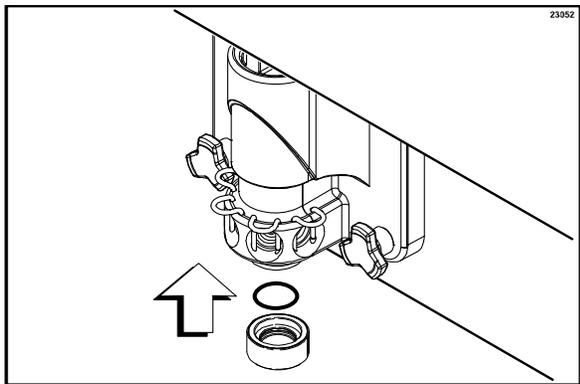

图 58
14. 将出料口盖止漏圈放置在出料口盖内，将出料口盖加满消毒液。将出料口盖盖在门出料口的端部。（见图 58。）